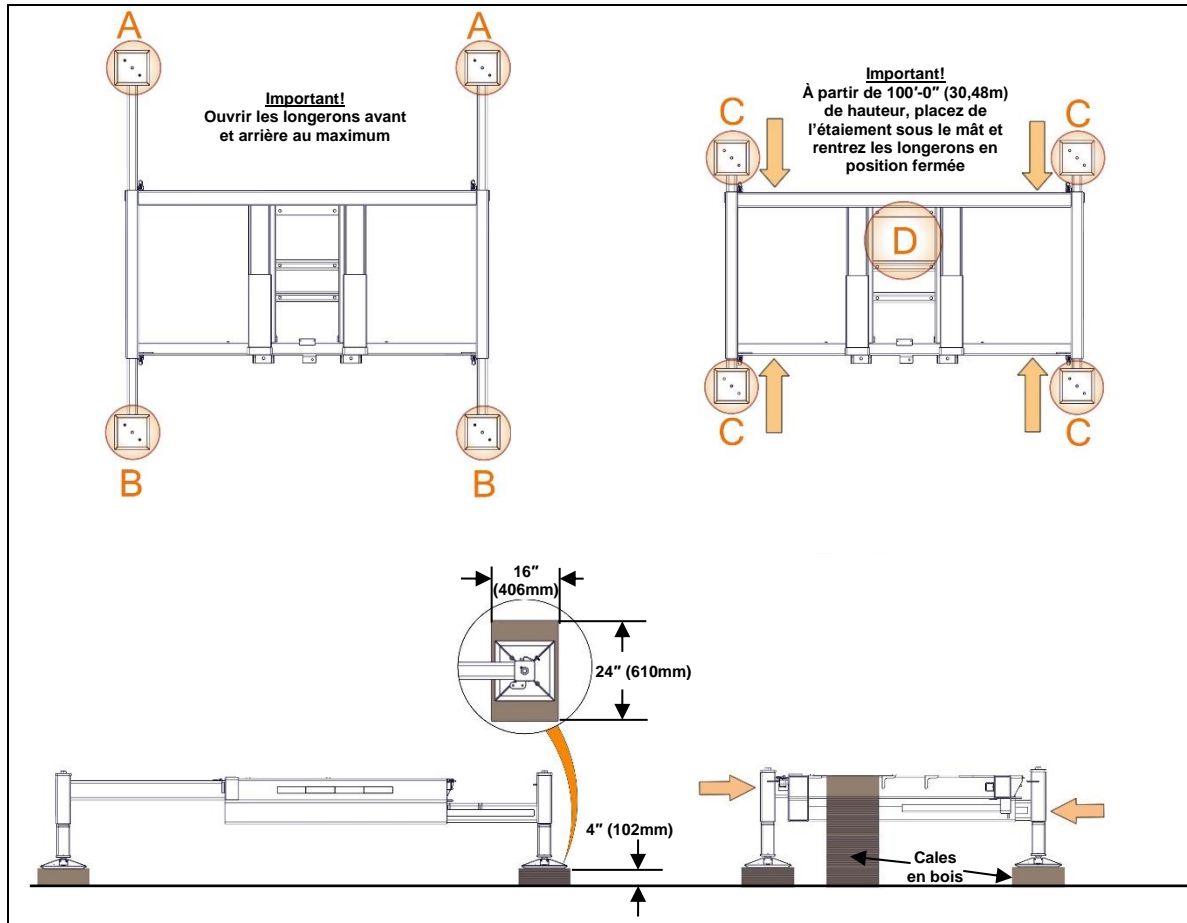

Figure 42 – Répartition de charge, base autoportante universelle
∞VOIR, FIGURE 42 – RÉPARTITION DE CHARGE, BASE AUTOPORTANTE UNIVERSELLE, EN PAGE 35
Étape 1 – Tirez au maximum les stabilisateurs avant et arrière de la base et abaissez les pieds des stabilisateurs sur des cales de bois. Il est important de respecter les limites des autocollants d'ouverture **MINIMUM** et **MAXIMUM** tel qu'illustré à la **Figure 136** EN PAGE 148. Pour toute installation de plus de 100'-0" (30 m) rétractez les stabilisateurs en position fermé tel qu'indiqué à la **Figure 42** et installez des cales d'étaie directement sous les mâts.